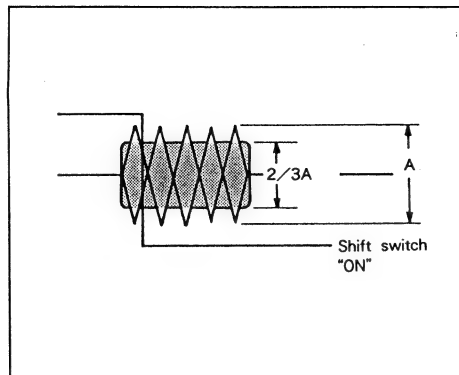

Abb. 2.38
- 1) Schalten Sie den Schalter "Shift" ein und spielen Sie das Band zur Spureinstellung ab. Drehen Sie den Pegelsteller langsam im Uhrzeigersinn, bis die Amplitude des HF-Signals $2/3$ der Amplitude in der Betriebsart Wiedergabe beträgt, die sich nach Ausschalten des Schalters "Shift" einstellt (siehe Abb. 2.38).